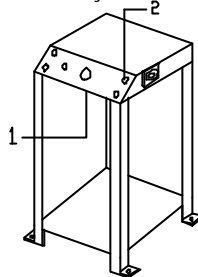

Fig.9
- Houd knop 1 in de bedieningskast aan de onderkant van het bedieningspaneel(fig.9) en stijgknop(2) ingedrukt totdat beide platformen in hun bovenste positie zijn aangekomen. Houd beide knoppen nu nog ongeveer 20 seconden ingedrukt. Vul nu het oliereservoir af met nogmaals 5 liter hydrauliek olie.